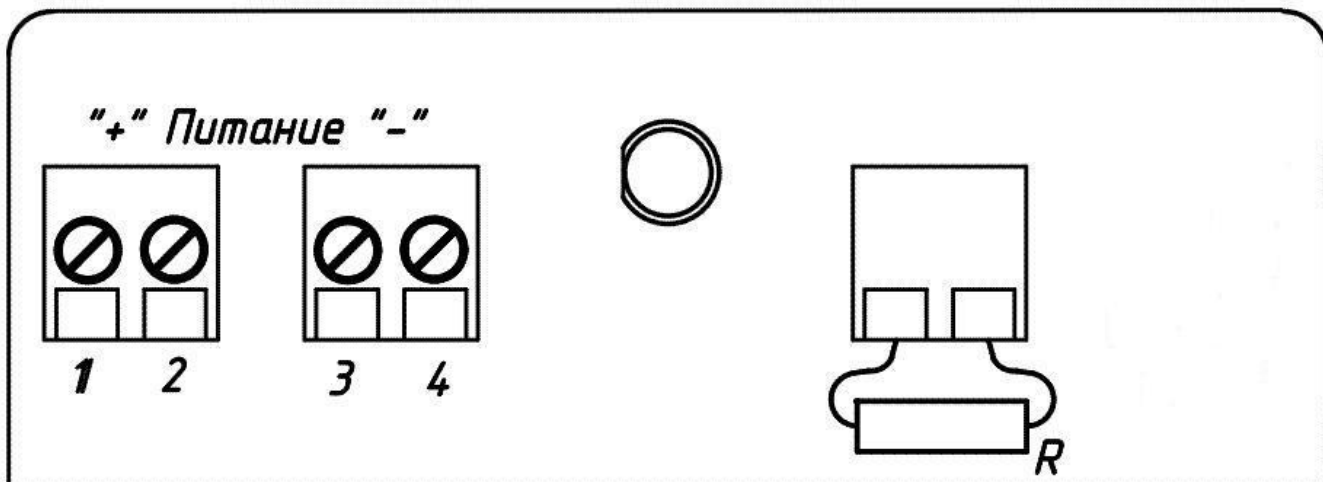

Рис.4
- подключить два медных провода кабеля ШС к контактам «1» и «3» (рис. 4) соблюдая полярность;